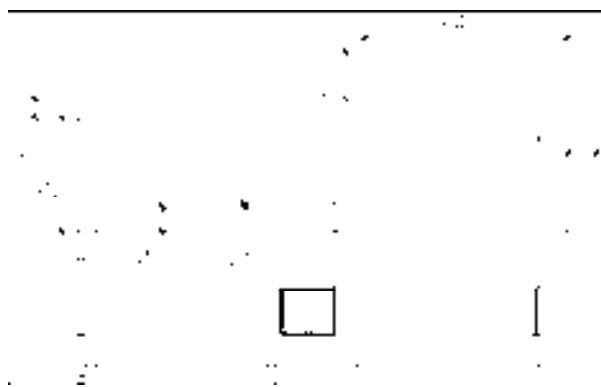

图 15-171 绘制顶部造型轮廓线
3) 绘制顶部造型轮廓线。调用“偏移”命令、“修剪”命令, 绘制顶部造型轮廓线, 如图 15-171 所示。